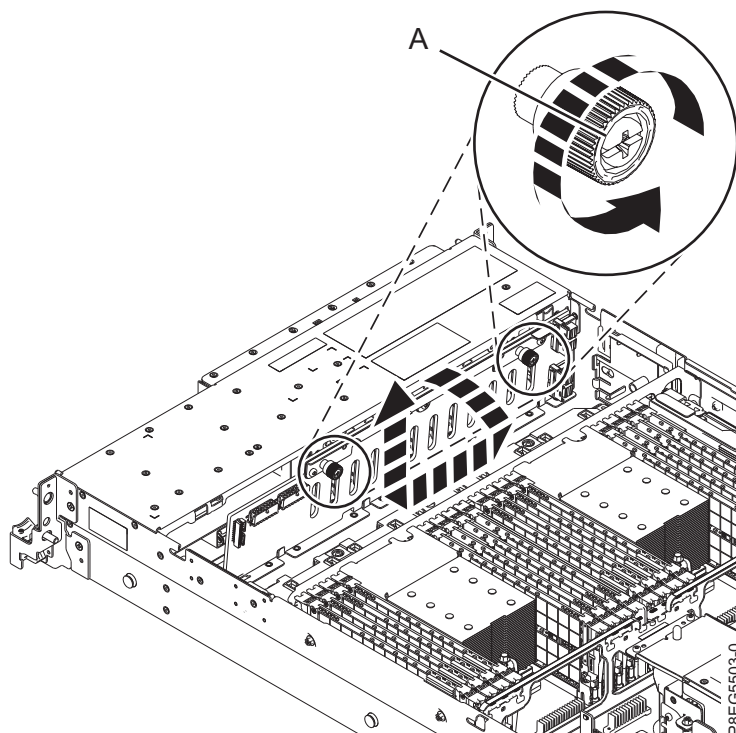

Figura 5. Removendo o painel traseiro da unidade de disco
7. Desaperte cuidadosamente cada um dos parafusos de aperto manual do painel traseiro da unidade de disco **(A)** até soltar totalmente, conforme mostrado na Figura 5.
8. Incline o painel traseiro da unidade de disco na direção mostrada na Figura 5 e, em seguida, deslize-o para a lateral de modo que os recortes do painel traseiro saiam das guias do chassi.